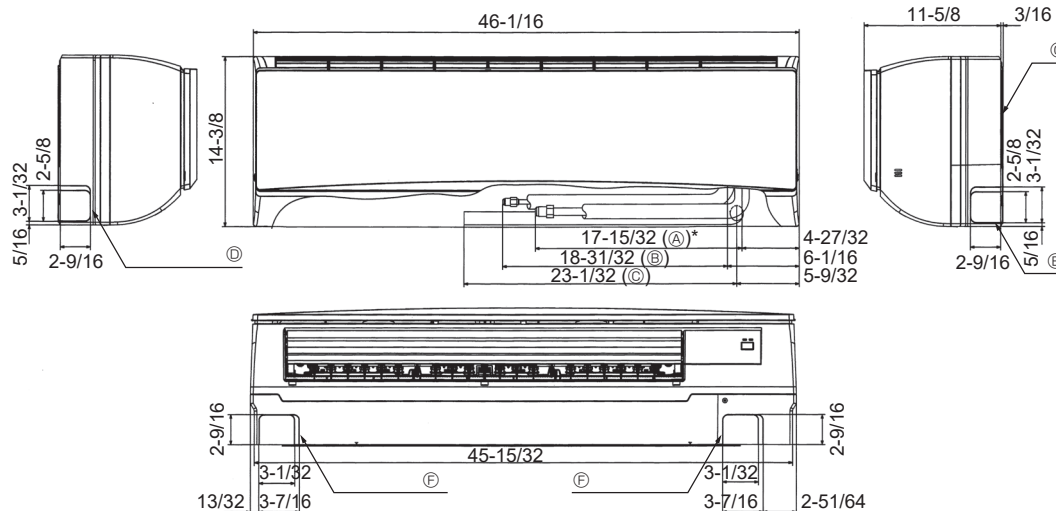

Fig. 4-2
4.3. Mise en place des tuyaux de réfrigérant et d'écoulement (Fig. 4-2)
- Ⓖ Plaque d'installation ①